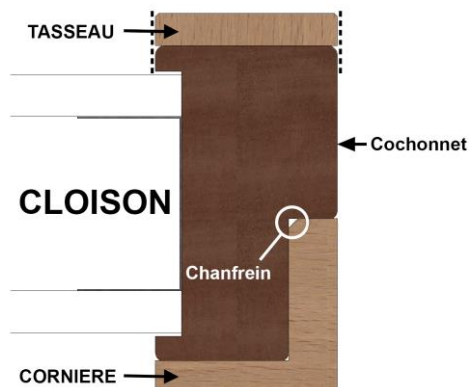

Figure 3
a) Avec feuillure : figure 3
- **Cornière :** Retirer le film adhésif du double-face et emboîter la cornière au montant de l'huissérie en l'appuyant contre, côté le plus court en fond de feuillure contre le cochonnet (voir **figures 3 & 4** à la page 9).
- **Tasseau sur parement** : Retirer le film adhésif du double-face et positionner le tasseau d'habillage de manière à ce qu'il soit affleurant aux bords de l'huissérie (voir **figures 3 & 5** à la page 9).
- **Tasseau sur parement** : Retirer le film adhésif du double face et positionner le tasseau d'habillage sur le parement de la traverse de manière à ce qu'il soit affleurant aux bords de l'huissérie en l'insérant entre les deux autres tasseaux déjà en place sur les montants (voir figures 3 & 5 à la page 9).
- **Cornière** : Retirer le film adhésif du double-face et insérer la cornière d'habillage entre les deux autres cornières déjà en place sur les montants, en l'emboîtant à l'angle de la traverse côté double face recouvrant ainsi le parement et comblant la feullure de l'huissérie existante (voir **figures 3 & 4** à la page 9).